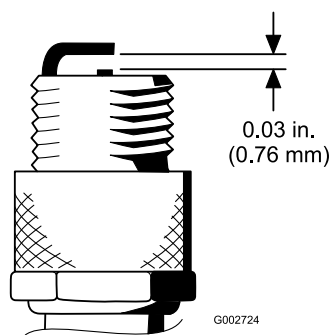

Рисунок 28
4. Установите между центральным и боковым электродами зазор 0,76 мм; см. Рисунок 28. Установите свечу зажигания с отрегулированным зазором и уплотнительную прокладку, затяните свечу с моментом 23 Н·м. Если динамометрический ключ не используется, надежно затяните свечу.